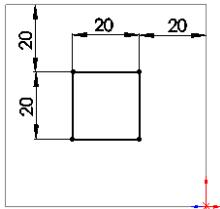

图 3-76 绘制的草图
**05** 绘制草图。在菜单栏中选择“工具”→“草图绘制实体”→“矩形”命令，或者单击“草图”工具栏中的“边角矩形”图标按钮 ，在上一步设置的基准面上绘制一个矩形并标注尺寸，结果如图 3-76 所示。